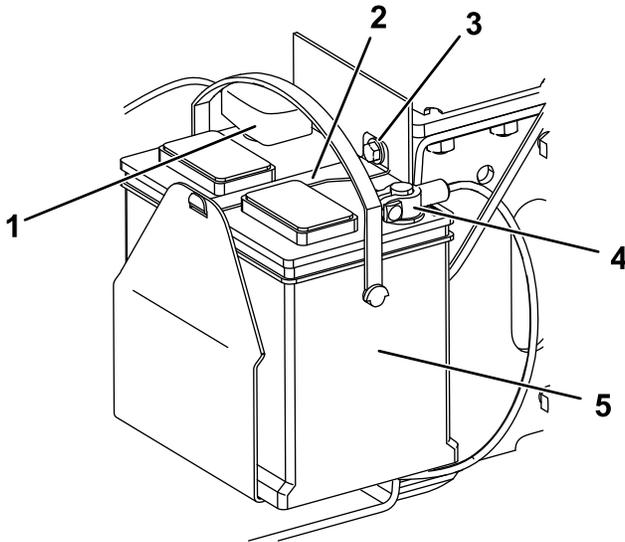

**Figura 37**
5. Montate il pannello di accesso alla batteria (Figura 37).